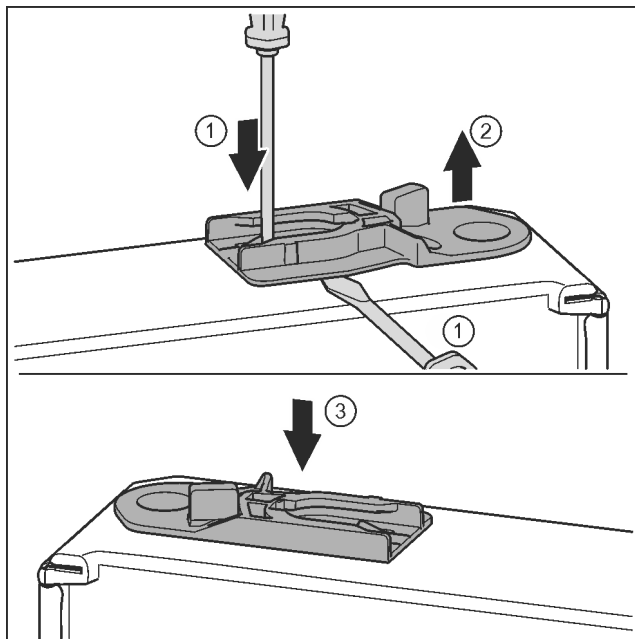

Fig. 32
- Extraer el casquillo de guía: presione la lengüeta con el destornillador para tornillos de cabeza ranurada y, al mismo tiempo, desplácela con el destornillador por debajo del casquillo de guía. Fig. 32 (1, 2)
- Introduzca el casquillo de guía incluido en el suministro en el otro lado de la carcasa. Fig. 32 (3)